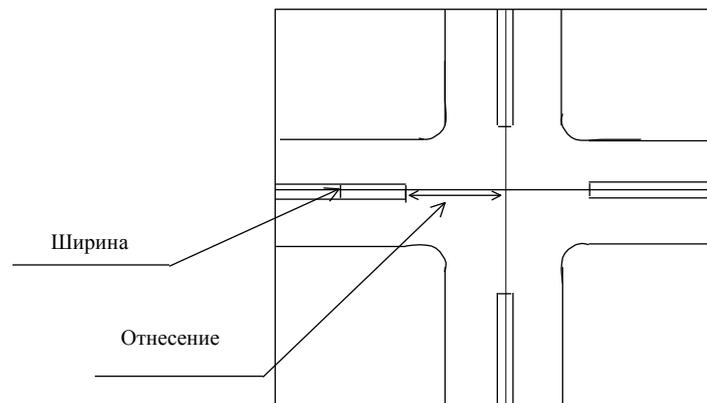

Рисунок 32
– при наличии разделительной полосы – ширина разделительной полосы, отнесение разделительной полосы от центра пересечения осевых линий (рис. 32);